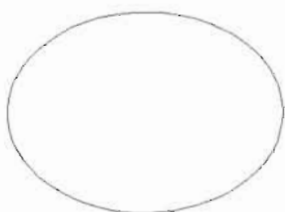

图 3-145
(13) 单击“绘图”工具栏中的“椭圆”按钮, 绘制一个椭圆, 如图 3-145 所示, 命令执行过程如下。